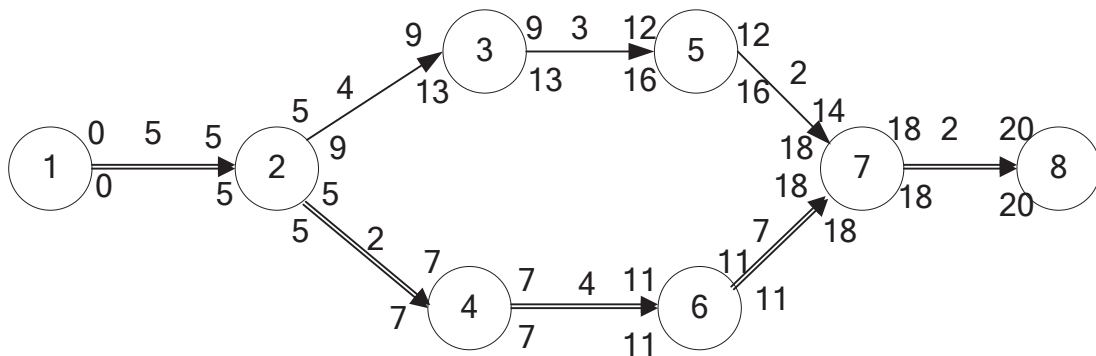
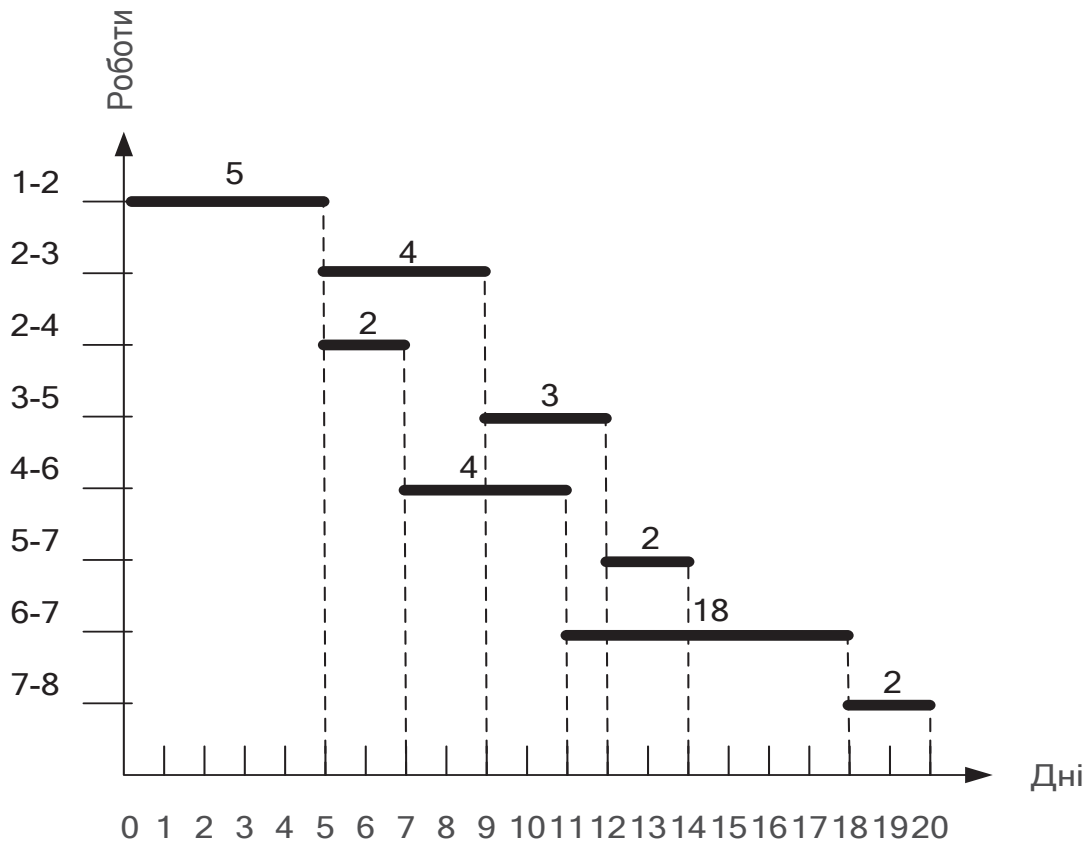

Рис. 5.30. Мережна модель
Рис. 5.32. Відображення робіт на діаграмі Ганта
Завдання 3. Використовуючи дані мережної моделі (рис. 5.30), побудувати діаграму Ганта для ранніх термінів початку і закінчення робіт. Зв'язки між роботами позначити стрілками. Критичний шлях – подвійною лінією.
2. Використовуючи дані мережного графіка про ранні терміни початку і закінчення робіт (рис. 5.30), розташованих над стрілками, відобразимо всі роботи, включені в мережний графік. Над відрізком, що відповідає роботі, вкажемо її тривалість (рис. 5.32).